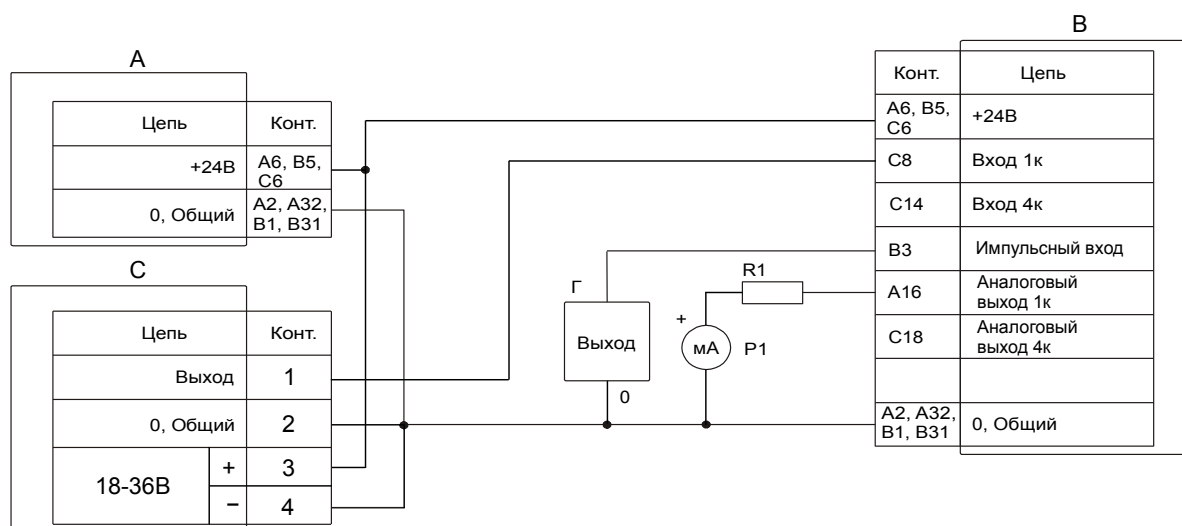
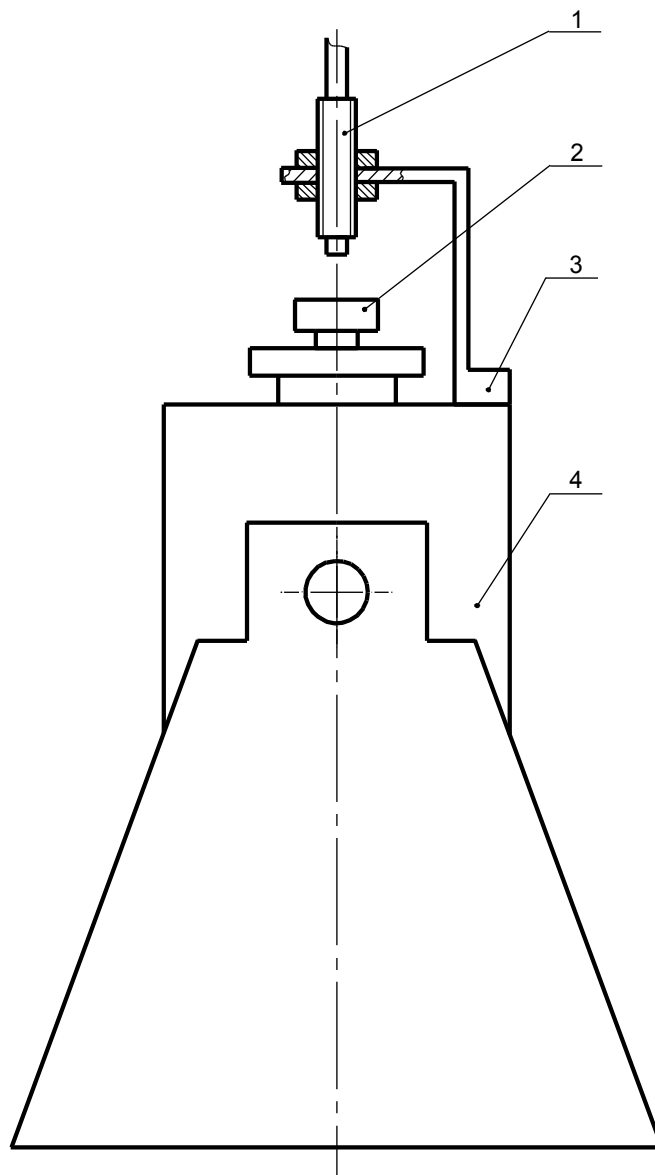

Рис. 12: Схема электрическая принципиальная
Рис. 14: Установка ДВТ10 на вибростенде
3. Собрать схему, представленную на рис. 12.
6. Определить неравномерность АЧХ канала относительного виброперемещения. Проверку проводить по схеме рис. 12. Установить датчик на вибростенде (см. рис.14), воспроизвести колебания с частотой и амплитудой виброперемещения в соответствии с таблицей 12, снять показания цифрового индикатора модуля контроля и занести их в таблицу 12.